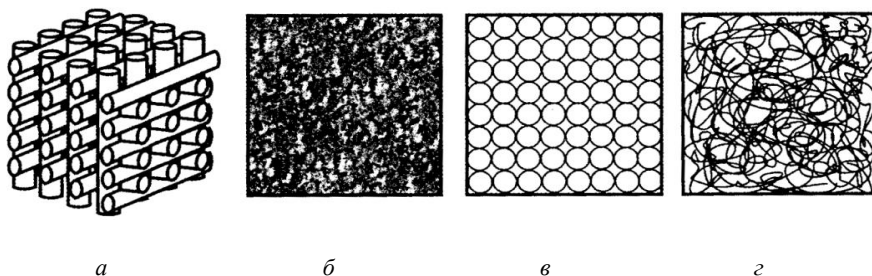

Рисунок 7 – Схемы структуры каркасных композитов:
- Каркасные композиты – материалы, состоящие из двух и более непрерывных фаз (рисунок 7).